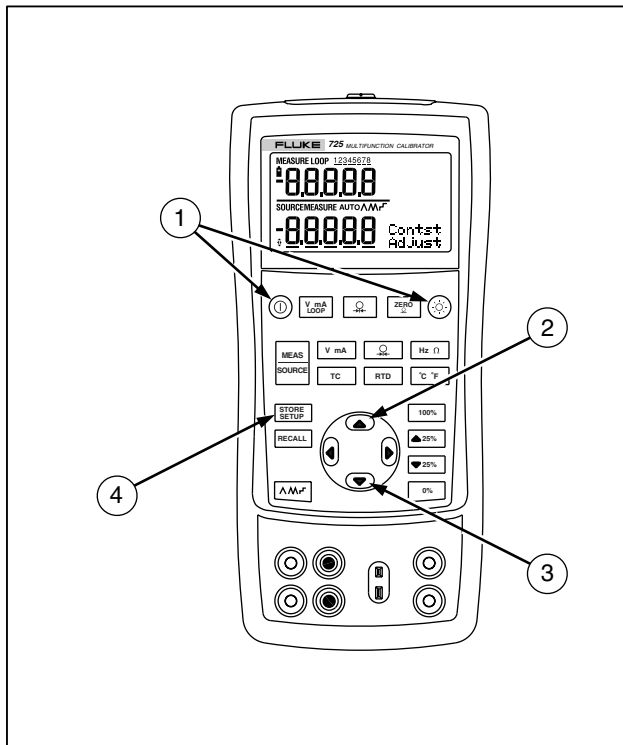

图 6. 调整对比度
1. 按 \odot 键及 \odot 键，直到显示“对比度调整”，如图 6 所示。